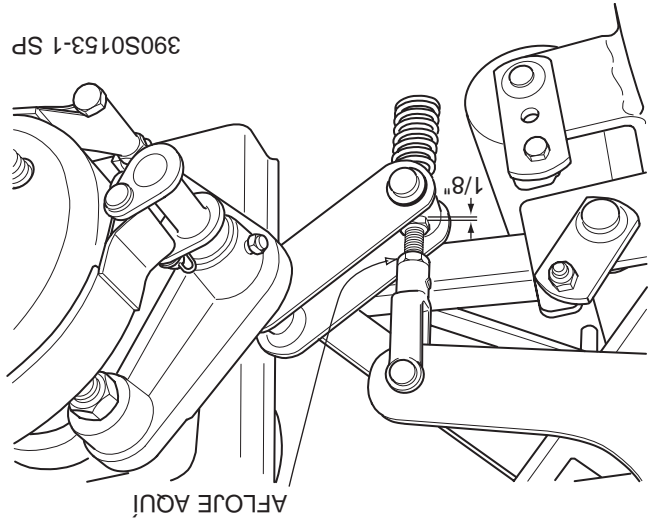

Figura 6-2. Ajuste de la varilla de freno
2. Con el freno en la posición accionada, verifique la distancia entre la tuerca inferior de la varilla del accionador de freno y la palanca del accionador de freno en el lado izquierdo de la máquina. La distancia debe ser 1/8" (Vea la Figura 6-2).
3. Si la distancia no coincide con la medida especificada, afloje la contratuercas en la horquilla con ojales situada sobre la varilla del accionador del freno (Ver la Figura 6-2).
4. Gire el perno en el fondo de la palanca del accionador de freno hasta que se alcance la medida de 1/8" y apriete la contratuercas en la horquilla con ojales en la varilla del accionador de freno. (Vea la Figura 6-2). Si la medida de 1/8" no puede alcanzarse ajustando la varilla del accionador de freno, ajuste la varilla de control del freno. Realice el ajuste aflojando la contratuercas en ambos extremos de la varilla de control del freno y girando la varilla hasta alcanzar la distancia apropiada. (Vea la Figura 6-1).